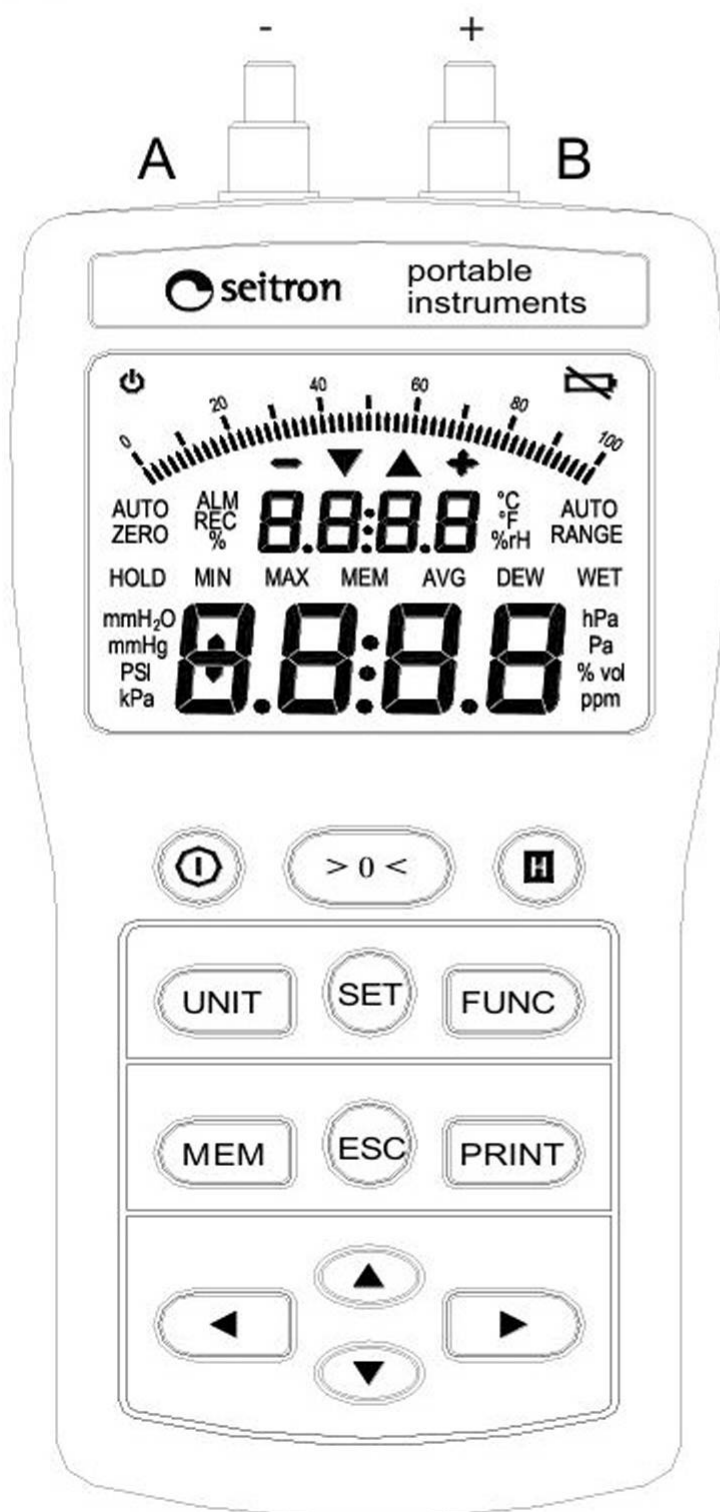

Рис. 1: Внешний вид
- подключить силиконовые трубки (поставляются в комплекте с прибором) к положительному входу (В на рис. 1) и к отрицательному (А на рис. 1).